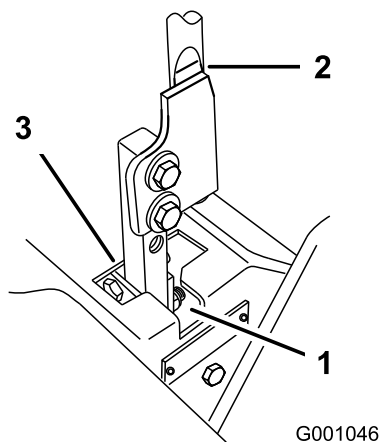

Figura 95
5. Mueva la palanca a la posición de punto muerto, pero no bloqueada (Figura 95).
6. Tire hacia atrás de la palanca hasta que el pasador (en el brazo debajo del eje pivotante) entre en contacto con el extremo de la ranura (empezando justo a tensar el muelle), como según se muestra en la Figura 95.
7. Compruebe la posición de la palanca de control con relación a la muesca de la consola (Figura 95).